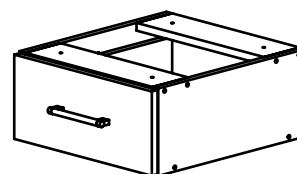

Рис.7
5. Вставьте ящик и заглушки конфирмат и минификс (Рис.7).